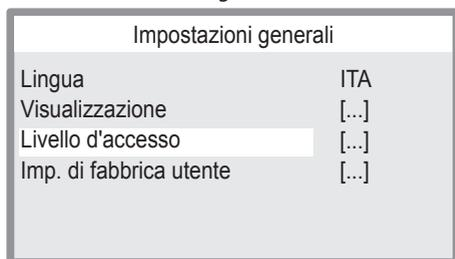

Figura 5.50
- Premere il tasto 15 (Figura 5.47) per accedere al menu selezionato (Figura 5.50).